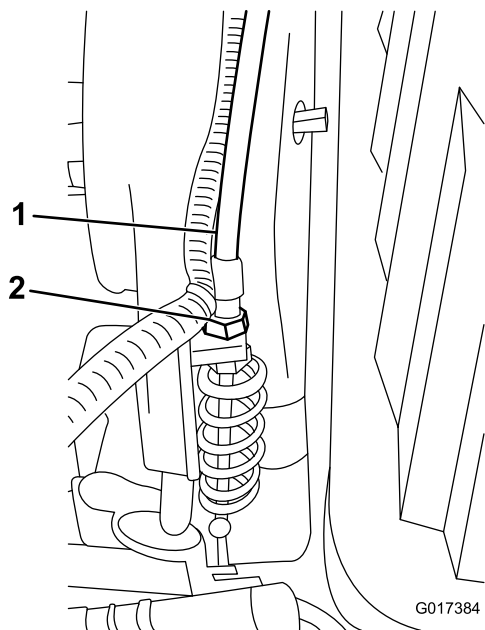

Bild 45
3. Stellen Sie den Spindelbowdenzug am Getriebeschott (Bild 45) ein, um eine Federlänge von 70,6-72,4 mm zu erhalten.